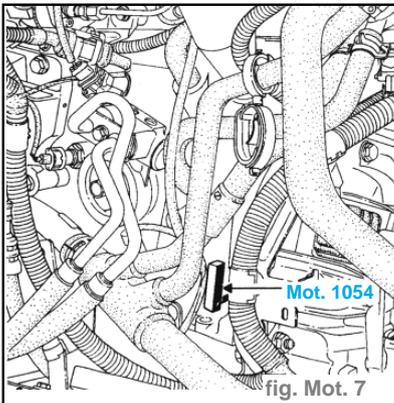

fig. Mot. 7
- Mettre en place la pige de point mort haut, **Mot. 1054**. (fig. Mot. 7)
- Vérifier que la pige **Mot. 1054** (fig. Mot. 7) est bien en place.